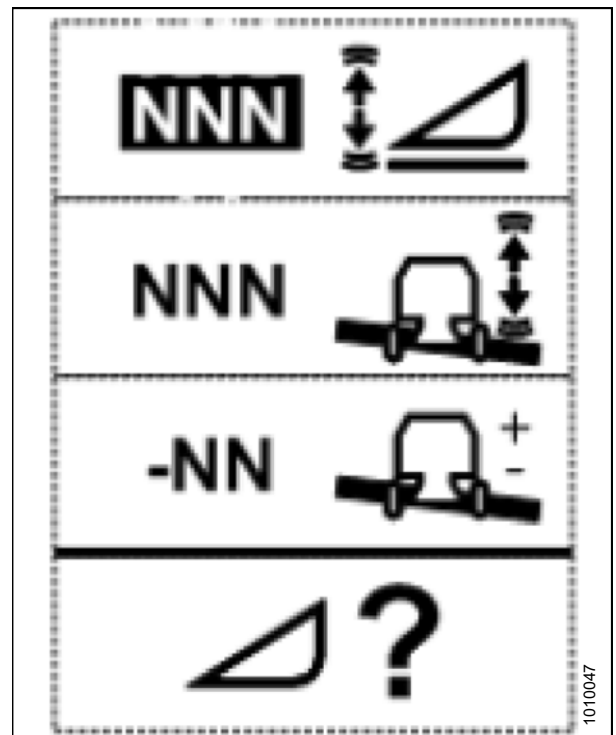

Abbildung 3.187: Bildschirm „Empfindlichkeit für Schneidwerkshöhe ändern“
1. Die Taste HEADER SETTINGS (Schneidwerkseinstellungen) (A) drücken. Die Seite HEADER SENSITIVITY CHANGE (Schneidwerksempfindlichkeit ändern) wird aufgerufen (siehe Abbildung 3.187, Seite 151).
2. Die Taste NACH OBEN (B) bzw. NACH UNTEN (C) drücken, um ein anderes Menüelement auszuwählen. Wie empfindlich die automatische Schneidwerkshöhenregulierung anspricht, ist mit Werten zwischen 0 (am wenigsten empfindlich) und 250 (am empfindlichsten) in 10er-Schritten einstellbar.